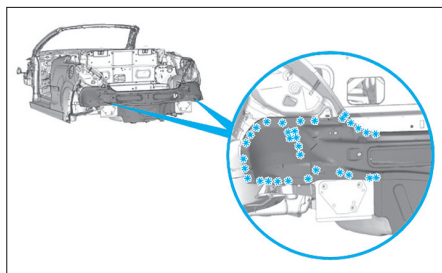
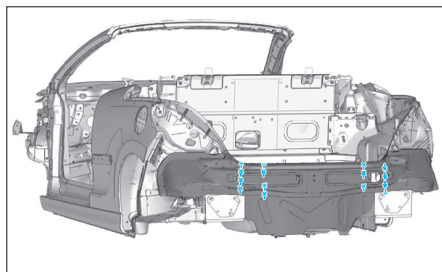

FIG. 87
FIG. 88
- Dépointer (**Fig.87**) et découper (**Fig.88**) la jupe AR.